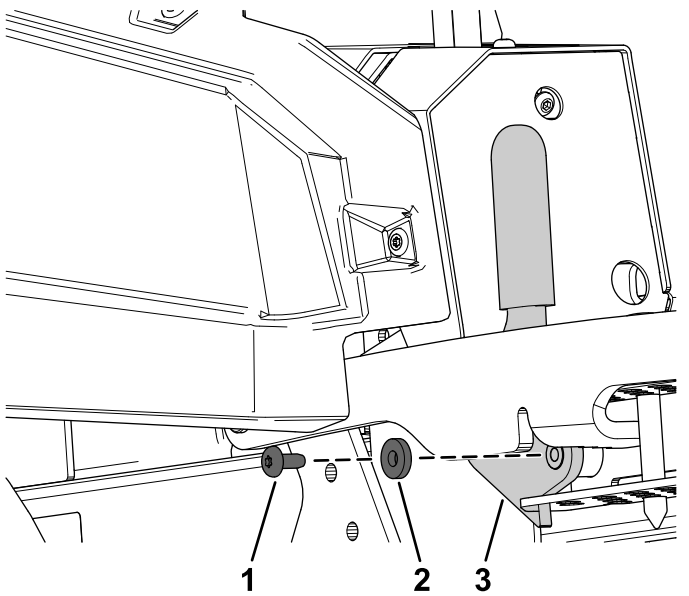

Bild 26
3. Entfernen Sie die Schraube, die Unterlegscheibe und die Transportsicherung (Bild 26).